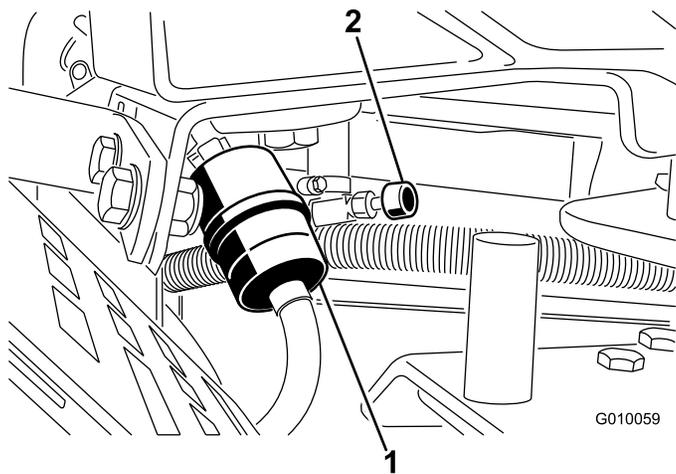

図 49
2. 燃料バルブを閉じる 図 49。
3. 古いフィルタのクランプをゆるめて脇に寄せる 図 49。
5. 新しいフィルタをホースに取り付け、クランプで固定する 図 49。
7. 燃料バルブを開く 図 49。
3. 燃料フィルタについているクランプをゆるめ、フィルタからはずす 図 49。
4. 燃料フィルタから燃料ホースを抜き取る 図 49。燃料バルブを開き、排出される燃料を適切な容器に受ける。
5. フィルタに燃料ホースをつなぎ、クランプで固定する (図 49)。